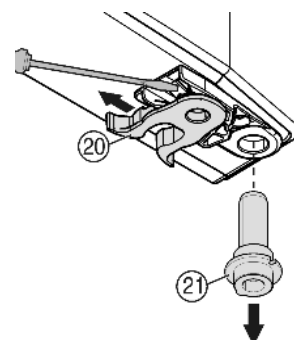

Fig. 8
- ▶ Permuter la pince élastique *Fig. 8 (20)* : appuyer sur l'ergot puis retirer la pince élastique.
- ▶ Tirer le pivot d'appui *Fig. 8 (21)* hors de la douille de porte et la mettre en place ensemble avec la rondelle du côté opposé. Le taquet d'arrêt doit indiquer vers la paroi intérieure de la porte, l'encoche vers la paroi extérieure.
- ▶ Pivoter la porte vers le bas et mettre en place le pivot d'arrêt *Fig. 8 (21)* dans le support d'appui. Event. tourner le pivot d'arrêt de sorte qu'il puisse encliquer.